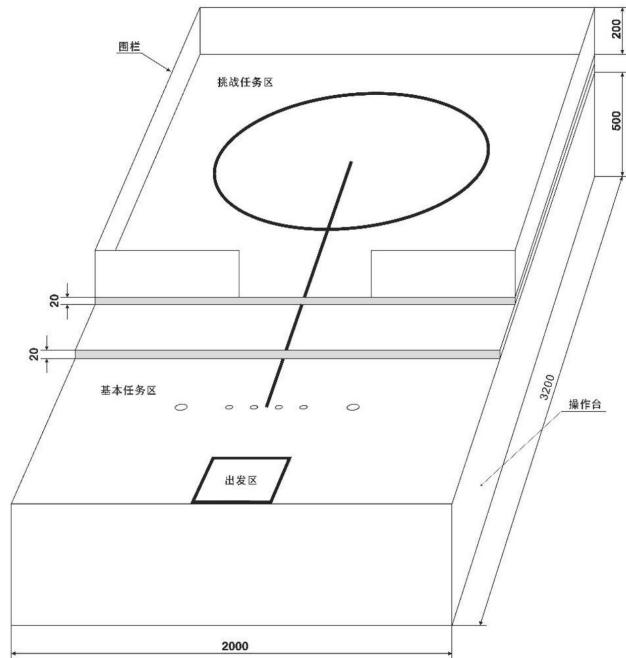

图2 场地侧视示意图
1. 2 场地被布置在一个高约 500mm 的操作台上，挑战任务区围栏的高度约为 200mm ，如图 2 所示。亦可将地图直接置于平整的地面上作为展示场地。
待分拣物品为若干个圆球，直径约 40mm，重量在 4g 至 10g 之间，颜色为红色（参考色值 C0 M100 Y100 K0）和绿色（参考色值 C100 M0 Y100 K0），材质为 EVA。待分拣物品被摆放在任务区（如图 2 所示），具体位置以现场公布为准。
3.2 基本任务区内放置物品收纳桶，其位置如图 2 所示，外观颜色为蓝色（参考色值 C100 M60 Y0 K0）。